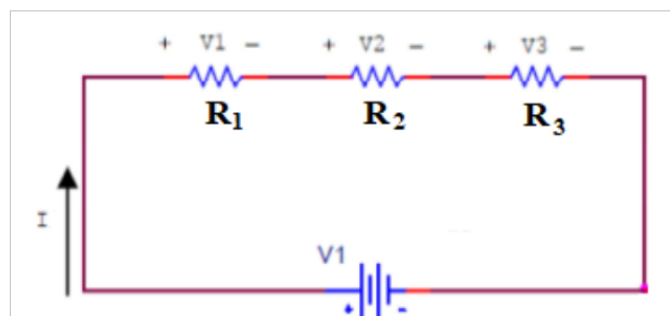

Figura 1. – Circuito Série
4.2. Monte o circuito com uma única malha no protoboard, conforme figura 1.